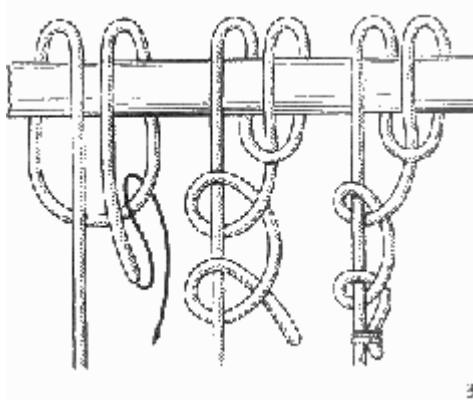

Рис. 16. Обратный штык
**Обратный штык** (рис.16). При швартовке судов к пристаням и причалам нередко возникает ситуация, когда ходовой конец троса обнести вокруг пала или бревна очень трудно. Иной раз приходится буквально подлезать под причал, чтобы с носа шлюпки или катера продеть конец за бревно или рым. Применяя обратный штык, вы можете обнести трос вокруг нужного предмета один раз и при этом завязать узел с двумя шлагами вокруг предмета, к которому крепите швартов. Для этого ходовой конец троса нужно сложить на длине 2-3 метра вдвое и, петлей вперед пропустив его вокруг предмета, потянуть петлю на себя. Теперь ходовой конец троса нужно продеть в эту петлю, а за коренной конец выбрать слабину и закончить узел двумя полууштыками. Обратный штык удобен для применения в тех случаях, когда доступ к предмету, к которому хотят прикрепить трос, затруднен или неудобен для вязки узла, например к буксирному крюку, у некоторых марок автомобилей.